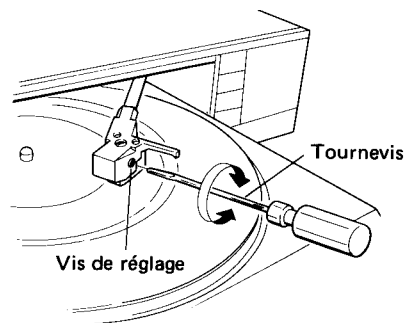

Fig. 9-2 Réglage de l'emplacement d'abaissement de l'aiguille entre les pistes
4. Selon le degré de déplacement, régler la vis de réglage dans la coquille de tête à l'aide d'un petit tournevis. (Voir Fig. 9-2)